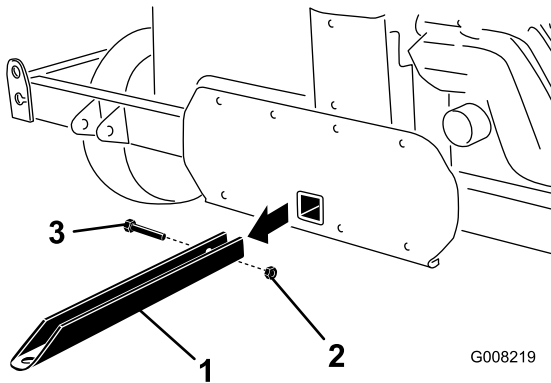

Figura 7
1. Togliete il bullone e il dado che fissano la barra di traino alla parte anteriore del processore core (Figura 7).